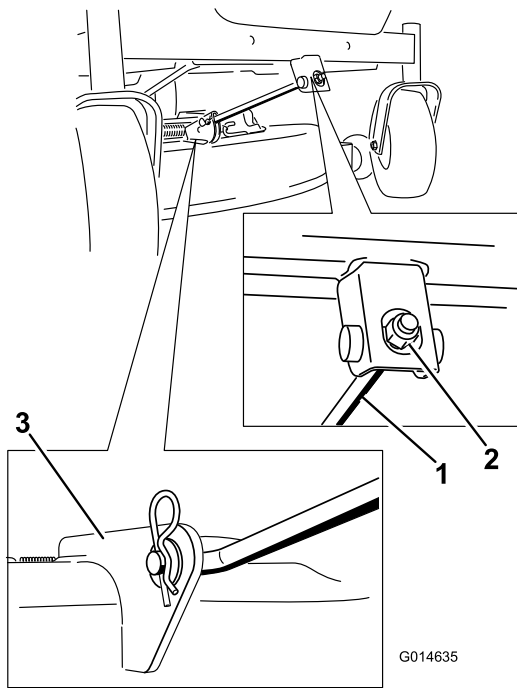

Bild 54
4. Entfernen Sie den Splint von der vorderen Stützstange und nehmen Sie die Stange aus der Mähwerkhalterung (Bild 54). Lassen Sie die Vorderseite des Mähwerks vorsichtig auf den Boden ab.
- Befestigen Sie die vordere Stützstange mit den Lastösenbolzen und Splints am Mähwerk (Bild 54).